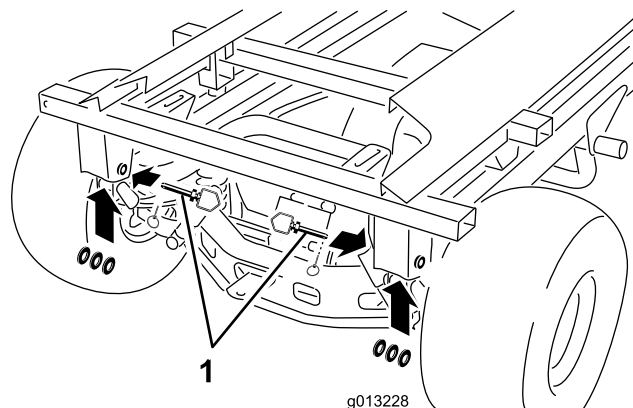

Figura 2
10. Retire las chavetas, los pasadores de enganche y las arandelas de la parte trasera (Figura 2).